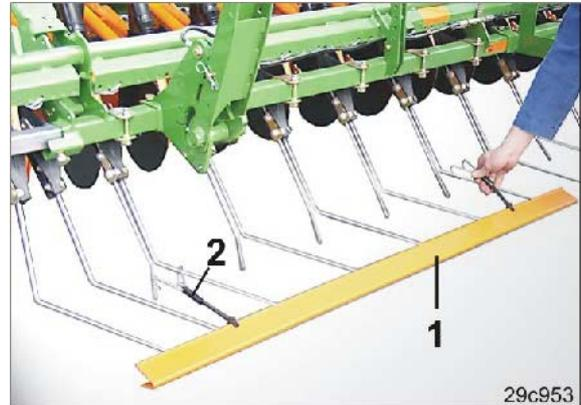

Fig. 202
1. Colocar el listón protector para la circulación de dos piezas (Fig. 202/1) sobre las púas de la rastra de precisión.
2. Fijar el listón protector para la circulación con soportes de resorte (Fig. 202/2) en la rastra de precisión.